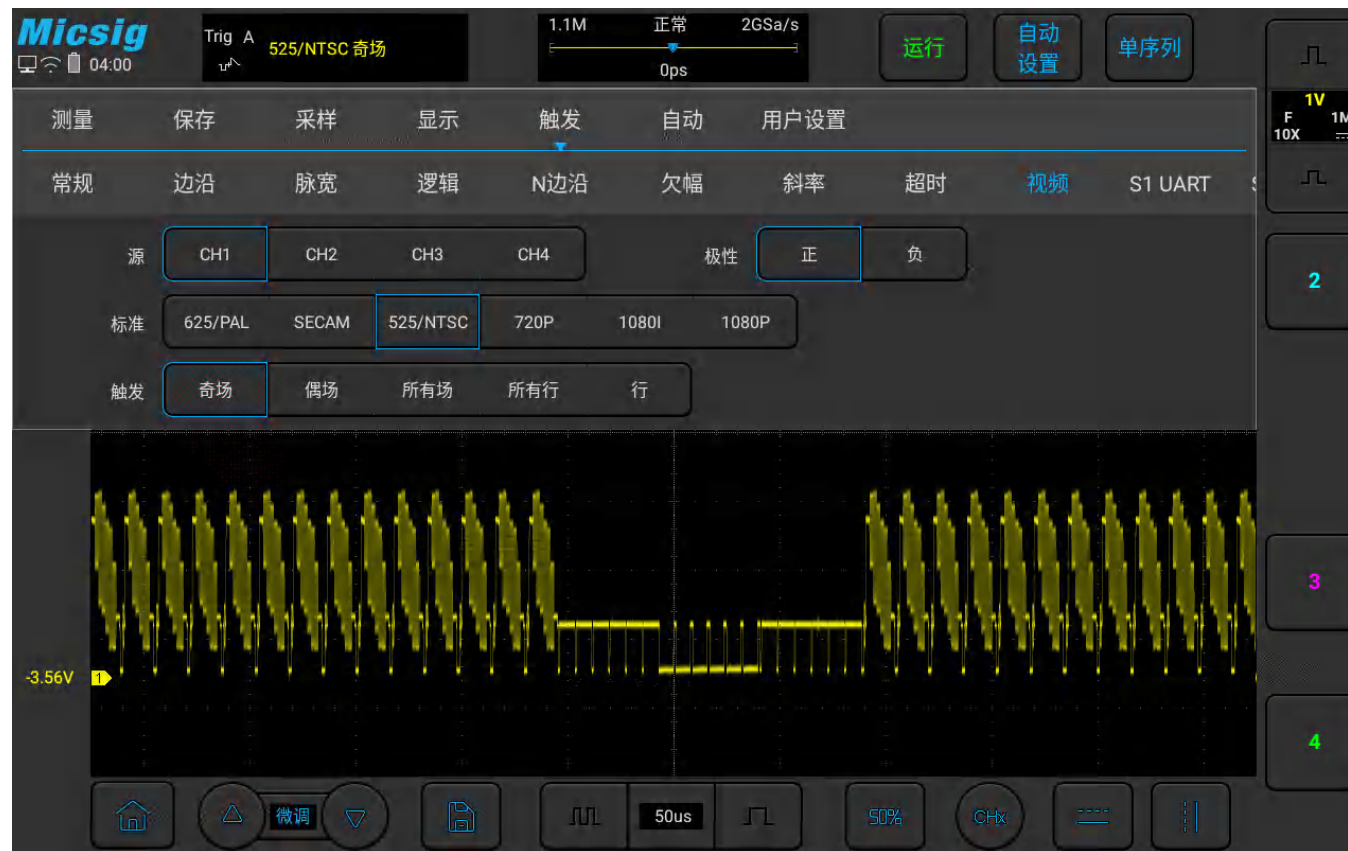

图5-30 视频触发
1) 打开触发菜单，轻点“触发”打开触发菜单，在触发类型中选择视频触发，对视频触发进行如下设置，见图 5-30：